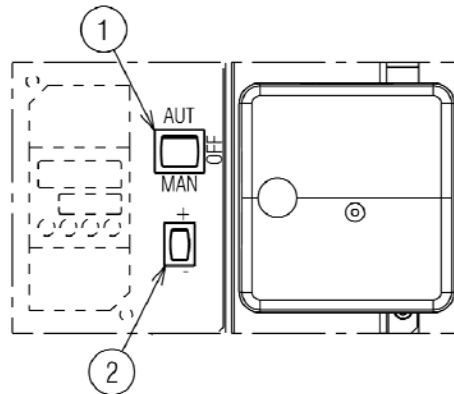

Рис. 29
В предыдущем описании мы оставили горелку после розжига, работающей на минимальной мощности. Теперь нажмите кнопку (2) (рисунок 29 стр. 28) в положение «увеличение мощности» и удерживайте ее нажатой до тех пор, пока серводвигатель не откроет воздушную заслонку и дроссельный клапан газа.
Регулировка воздуха осуществляется путём изменения угла кулачка I (рис. 28 на стр.27) и с помощью переключателя (2) (Рис. 29 на стр. 28). Регулировка кулачка сервопривода показана на Рисунке 32 (A).
Нажмите кнопку (2) (рисунок 29, стр. 28), «уменьшение мощности», и удерживайте ее нажатой до тех пор, пока серводвигатель (Рис. 32 В) не встанет в положение заводской настройки: см. Таблицу L на странице 27, последовательно отрегулируйте воздушную заслонку (5) и дроссельную заслонку газа (4) (Рис. 31 на стр. 29).
Регулировка воздуха осуществляется путём изменения угла кулачка III (рис. 28 на стр. 27) и с помощью переключателя (2) (Рис. 29 на стр. 28). Регулировка кулачка сервопривода показана на Рисунке 32 (А).
После настройки максимальной и минимальной мощности горелки необходимо настроить расход газа в нескольких промежуточных положениях сервопривода. Для перехода из одного положения к следующему удерживайте нажатой кнопку (2) на символе (+) или на символе (-) (Рис. 29 на стр. 28). Чуть-чуть нажмите кнопку «увеличение мощности» (2) (рис. 29), серводвигатель должен повернуться примерно на 20°, смотрите на градуированный указатель сервопривода (Рис. 32) (В) и градуированный указатель воздушных заслонок (5) (Рис. 31 на стр. 29).
Погасите горелку с помощью выключателя (1) (Рис. 29), положение OFF, расцепите кулачок-лекало (I) (Рис. 31) и шестерни серводвигателя, для этого нажмите и переведите вниз кнопку (3) (Рис. 32 - D), затем вручную поверните несколько раз вперед и назад кулачок (I) (Рис. 31), убедившись в том, что он поворачивается мягко и не заедает.